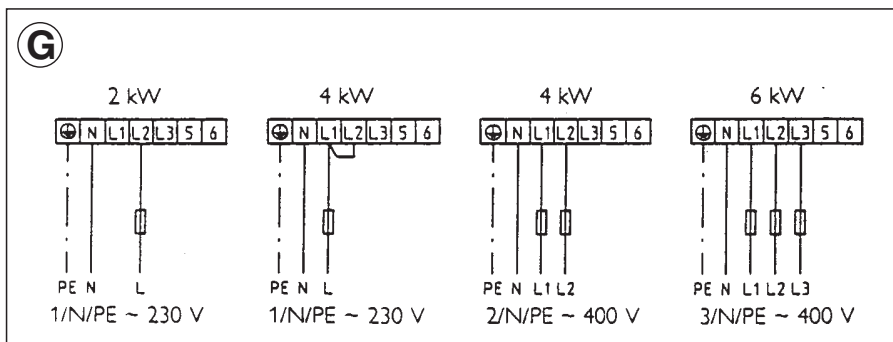

Fig. 17
- Funcionamiento como calentador, fig. 17